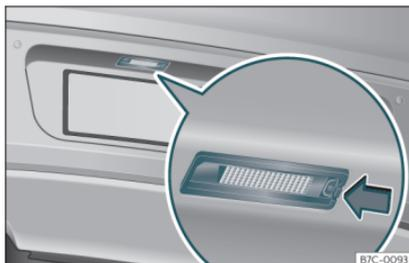

Fig. 53 Nel paraurti posteriore: luce della targa.
- Premere la linguetta della luce della targa nella direzione della freccia»» **fig. 53**.